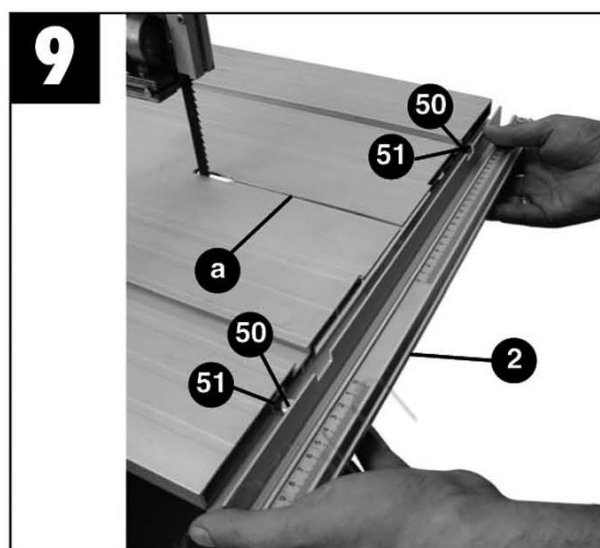

Figura 11 – Aggancio barra millimetrata.
- Allentate le viti a leva (45) nella parte inferiore della tavola di lavoro della sega (15) e rimuovete la barra millimetrata (2) dalla tavola.
- Inserite la lama attraverso la fessura (a) della tavola e posizionate la tavola sulla sua guida in maniera tale che la vite di blocco (47) attraverso il supporto (48).
- Avvitare fermamente la tavola della macchina con il dado a leva (18 Figura 11).
- Posizionate la barra millimetrata (2) sulla tavola (15 Figura 11) così che le teste delle viti (50) si inseriscano nelle loro sedi (51).